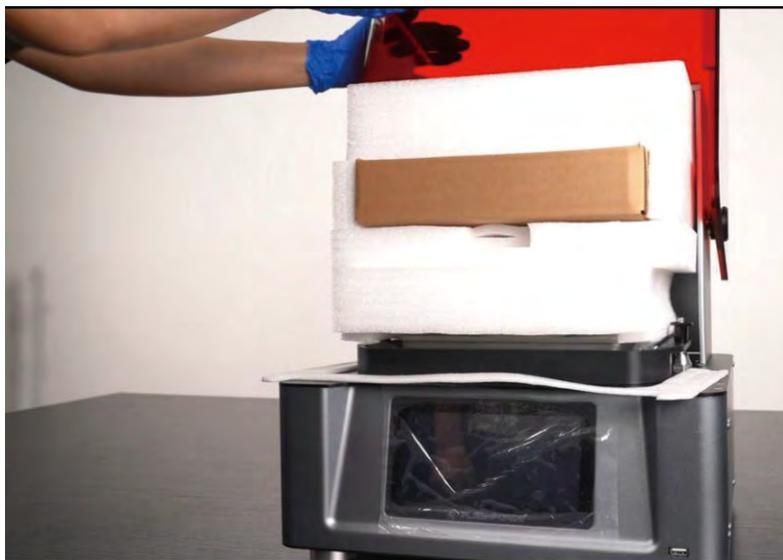

図6
5. 本機の上部カバーを開け、図6に示すように内部の梱包材を取り出します。